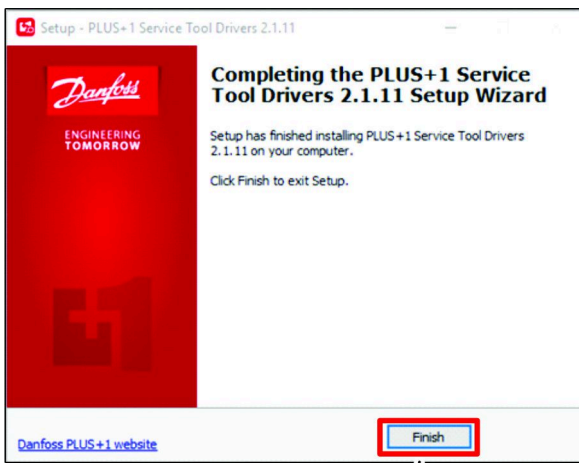

Figure 32
3. Dans la boîte de dialogue Fin de l'assistant de configuration des pilotes de l'outil de service, cliquez sur le bouton TERMINÉ (Figure 32).